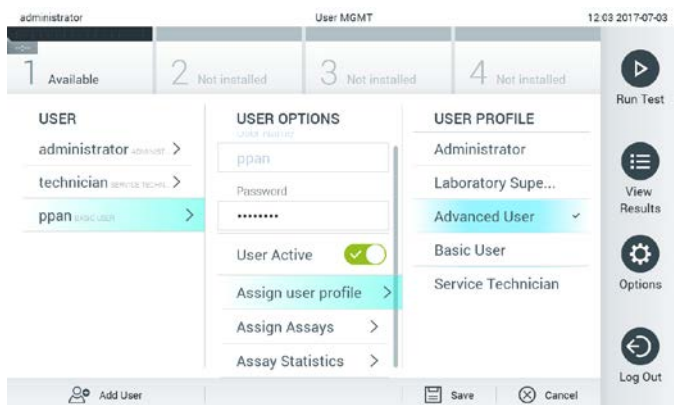

Рис. 53. Призначення профілів користувачам.
- **Assign User Profile** (Призначити профіль користувача): дозволяє призначити інший профіль для цього користувача (наприклад, **Administrator** (Адміністратор), **Laboratory Supervisor** (Керівник лабораторії), **Advanced User** (Досвідчений користувач), **Basic User** (Базовий користувач)). Виберіть відповідний профіль користувача зі списку праворуч від області вмісту (рисунок 53).